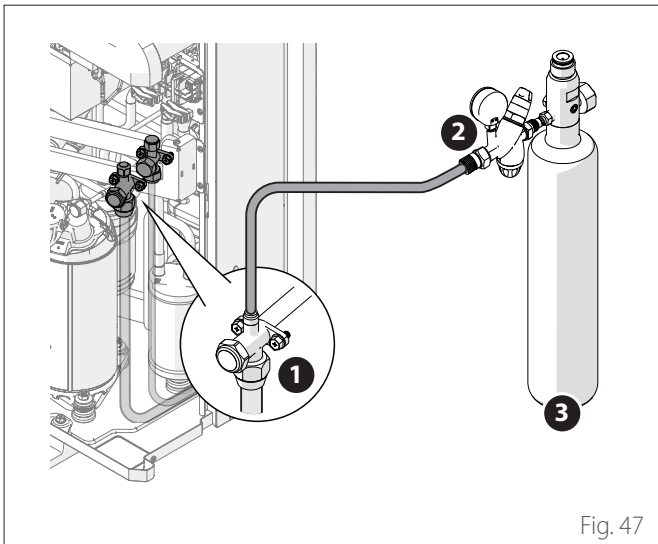

Fig. 47
- Collegare la bombola di azoto tramite riduttore di pressione e tubo flessibile alla presa di servizio ("Fig. 47").